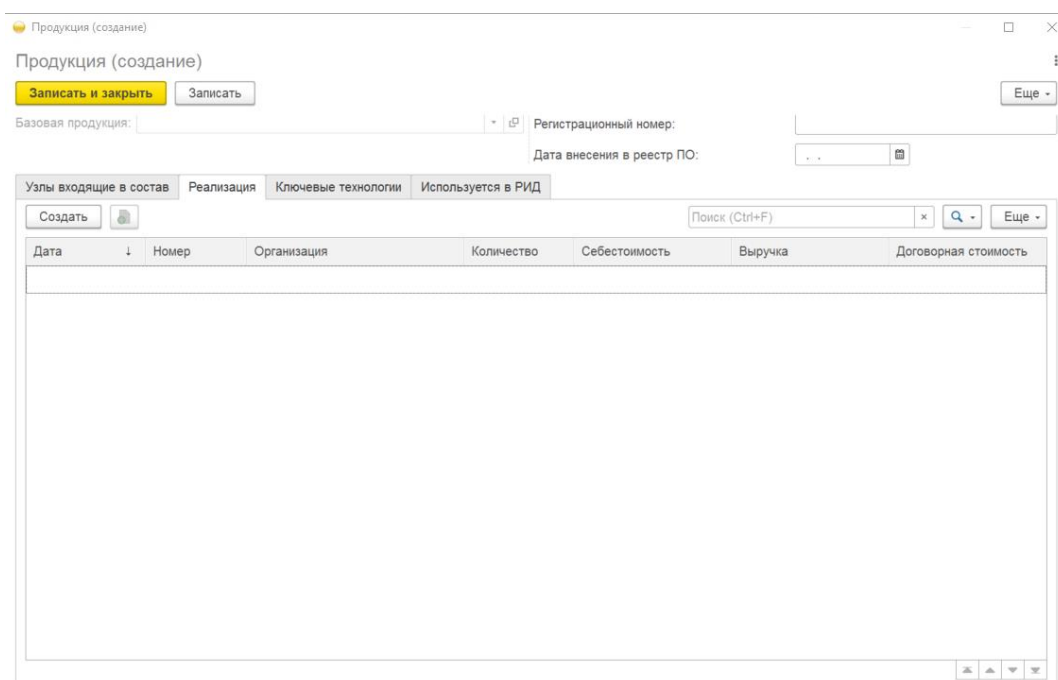

Рисунок 20 – Вкладка «Реализация»
1) выбрать в окне карточки «Продукция» вкладку «Реализация». В рабочей области будут отображены поля, представленные в таблице 4 (см. Рисунок 20);